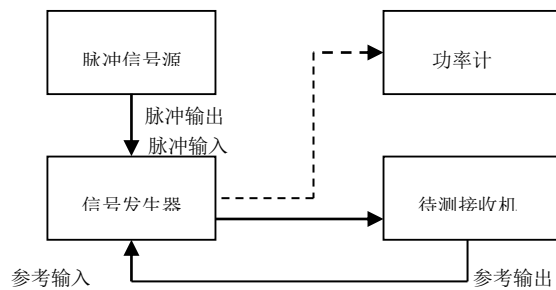

图 7-12 检波器类型的检查
- 按图 7-12 连接测试设备，脉冲信号源的脉冲输出接口与信号发生器的外部脉冲输入接口相连；信号发生器与被测接收机共用参考频率。